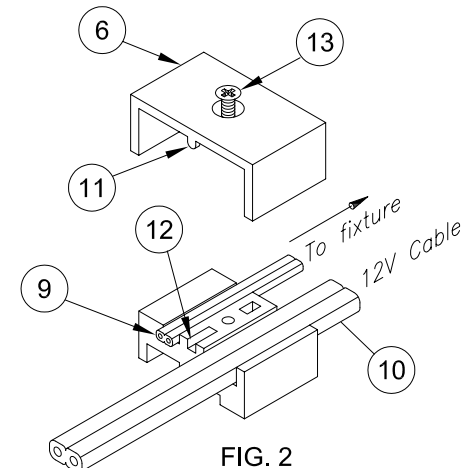

FIG. 2
5.- Connect Fixture Wire (9) to selected 10 or 12 Ga. Cable (10) with the Wire Connector Assembly (6) provided with fixture. (Fig. 2)
6.- Press 10 Ga. cable into slot marked 10 Ga. Press 12 Ga. cable into slot marked 12 Ga. Lay the 18 Ga. Wire into slot marked 18 Ga. (Fig. 2) **Caution:** Wires must lay flat in the slot.
7.- Assemble the Wire Connector (6) by aligning the Tab (11) of the contact half of the connector with the Notch (12) in the wired half of the connector. (Fig. 2)
8.- Compress the two halves by securely tightening the Thread Cutting Screw (13), forcing the contacts into the wires. (Fig. 2)
5.- Conecte el alambre del aparato de luz (9) al cable de 10 o 12 Ga seleccionado (10) usando el conector de alambres (6) provisto con el aparato de luz.
6.- Introduzca el cable de 10 Ga. en la ranura indicada 10 Ga. Introduzca el cable de 12 Ga. en la ranura indicada 12 Ga. Coloque el alambre de 18 Ga. en la ranura indicada 18 Ga. (Fig. 2) **Precaución:** Los alambres deben quedar planos en la ranura.
7.- Ensamble el conector de alambres (6) alineando la lengüeta (11) de la mitad del conector que hace conexiones con la muesca (12) en la mitad del conector que contiene alambres. (Fig. 2)
8.- Comprima las dos mitades ajustando firmemente el tornillo cortante (13), forzando los contactos en los alambres. (Fig. 2)
5.- Reliez le fil du dispositif d'éclairage (9) au câble sélectionné de 10 ou 12 Ga. (10) à l'aide du connecteur de fils (6) fourni avec le dispositif d'éclairage. (Fig. 2)
6.- Introduisez le câble de 10 Ga. dans la rainure indiquée 10 Ga. Introduisez le câble de 12 Ga. dans la rainure indiquée 12 Ga. Placez le fil de 18 Ga. dans la rainure indiquée 18 Ga. (Fig. 2) **Mise en Garde:** Les fils doivent reposer à plat dans la rainure.
7.- Assemblez le raccord (6) alignant la languette (11) de la moitié du raccord pour connexions avec le cran (12) dans la moitié du raccord munie de fils. (Fig. 2)
8.- Appuyez sur les deux moitiés en vissant à fond l'écrou de perçage (13), forçant que les contacts pénètrent les fils. (Fig. 2)